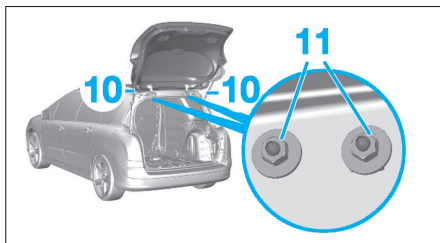

Fig. 180
- À l'aide d'un petit tournevis, dégrafer les stabilisateurs (10) (Fig.180).